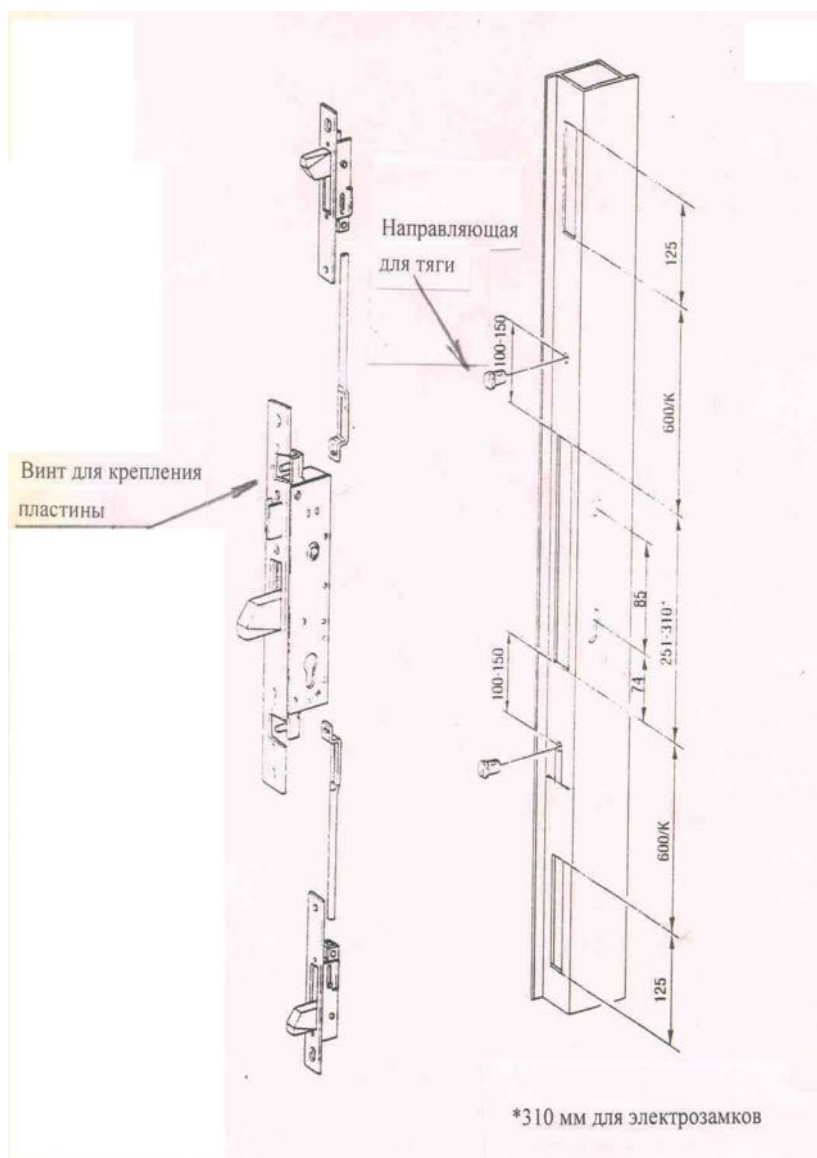

Рис.9
- 1) Прodelать отверстия для направляющих тяг в соответствие с размерами, указанными на рис.9.
- 1) Определив расстояние «К» между замком и девиатором, подготовить отверстия и пазы для направляющих, см. размеры на рис.9.